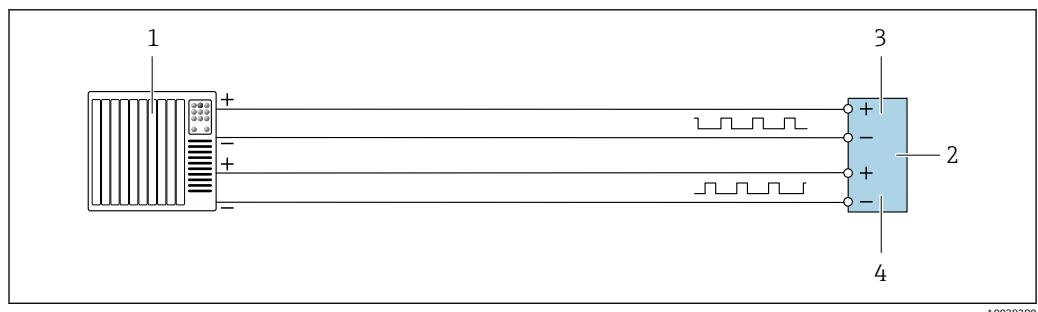

图 16 双脉冲输出(有源信号)的连接实例
- 2 模拟显示单元：注意最大负载→ 图 16
- 3 模拟显示单元：注意最大负载→ 图 16